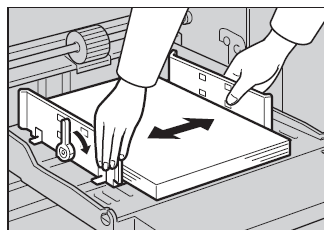

图 5-11 调整进纸的合适位置
④ 务必让进纸侧导向板与纸张轻轻接触，将锁定杆移回到原来的位置，并将进纸盘调整杆移到进纸位置，调整进纸的合适位置如图 5-11 所示。开始印刷前，进纸盘必须与进纸位置对齐，否则，可能会导致卡纸。